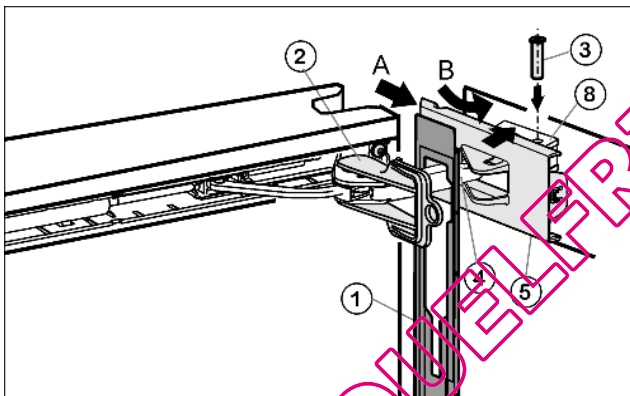

Fig. 17
- ▶ Accrocher le panneau Fig. 17 (1) sur l'étrier de l'amortisseur Fig. 17 (4), de telle sorte à ce que l'ergot d'encliquetage pointe vers l'intérieur et la face avant de l'appareil.
- ▶ Pousser le cache Fig. 17 (5) depuis l'extérieur (A) et le faire pivoter au-dessus de l'élément pivotant Fig. 17 (8) (B).
- ▶ Poser le cache Fig. 17 (5) et l'encliqueter jusqu'au premier enclenchement.
- ▶ Tirer l'étrier de l'amortisseur Fig. 17 (4) vers l'élément pivotant et enfoncer à nouveau le pivot Fig. 17 (3) à partir du haut, de telle sorte à ce que le carré repose dans l'évidement.
- ▶ Bloquer maintenant le cache Fig. 17 (5) complètement sur l'élément pivotant Fig. 17 (8).
- ▶ Retirer le dispositif d'arrêt Fig. 17 (2) en le tournant.
- ▶ Pousser le panneau Fig. 17 (1) sur la porte et encliqueter.